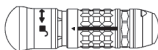

Abbildung 6
3. Das Handstück fest in einer Hand halten und mit der anderen Hand die Ausrückmuffe des Aufsatzes drücken und drehen, bis der Pfeil auf das Entriegelt-Symbol ausgerichtet ist (Abbildung 6).